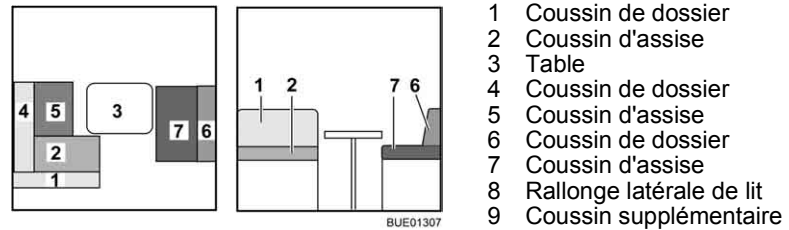

Fig. 144 Avant la transformation
- Convertir la table (Fig. 144,3) en sommier de lit (voir paragraphe 6.11).
- Enlever le coussin de dossier (Fig. 144,1) et le placer de côté.